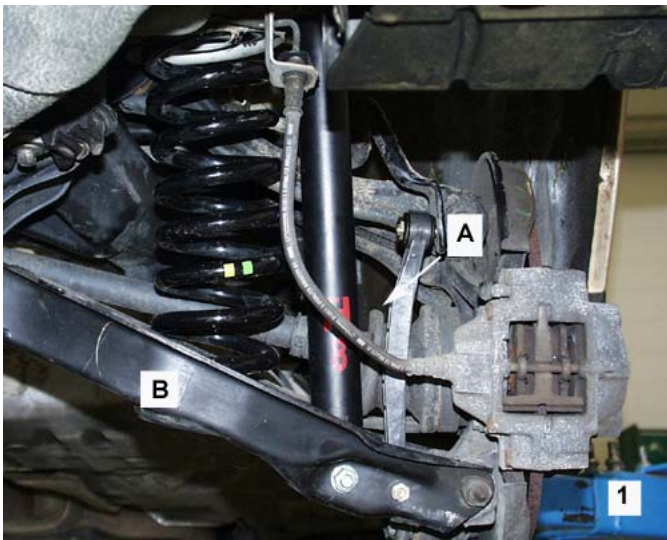

Bild 1 / Fig. 1 / Fig. 1 / Ilus. 1
- Stabilisatorhalter Bild1 (A) ausbauen.
- Remove anti-rollbar holder, Fig. 1 (A).
- Déposer le support de stabilisateur, Fig. 1 (A).
- Desmontar el soporte del estabilizador,ilus. 1 (A).
- Querlenker Bild 1 (B) mittels geeigneten Heberr unfallsicher abstützen. Hinterachsfeder mit Federspanner vorspannen.